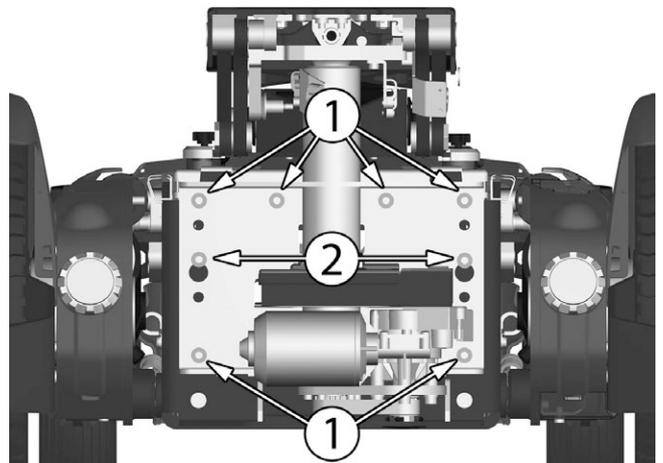

Abbildung 75. Die AP Sitzhöhenverstellung ist mit acht Schrauben an der Vorderkante befestigt.
11. Die sechs Schrauben (1) abmontieren und die beiden Schrauben (2) lösen, die die Sitzhöhenverstellung an der Vorderkante halten. Siehe Abbildung. 75.